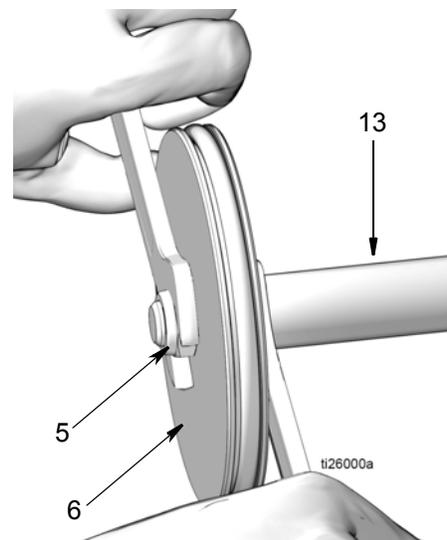

FIG. 20
15. Vástago del pistón (13) y pistón (6)
a. Saque el vástago del pistón (13) y el pistón (6) del cilindro de aire (2) (FIG. 20).
- b. Para separar el vástago del pistón (13) y el pistón (6), utilice dos llaves trabajando en direcciones opuestas. Fije una llave de boca en la parte plana del vástago del pistón y con la otra llave afloje la tuerca (5) como se observa en FIG. 20.